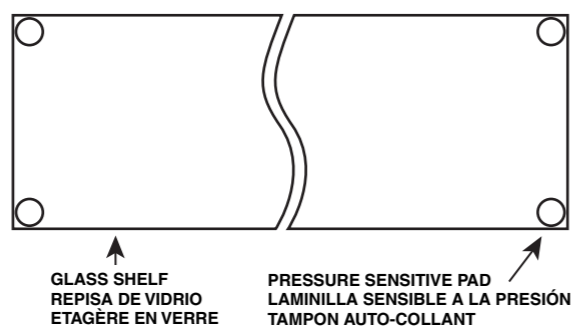

Fig. 1
2. Attach one pressure sensitive shock absorber pad to each corner of the glass shelf so that outer edge of pad is flush with outer edges of shelf, **Fig. 1**.
2. Coloque una laminilla amortiguadora sensible a la presión en cada esquina de la repisa de vidrio, alineando su borde exterior con el borde exterior de la repisa, **Fig. 1**.
2. Fixez un tampon amortisseur auto-collant au chaque coin de la tablette en verre, le bord extérieur du tampon devant être au même niveau que le bord extérieur de la tablette, **Fig. 1**.